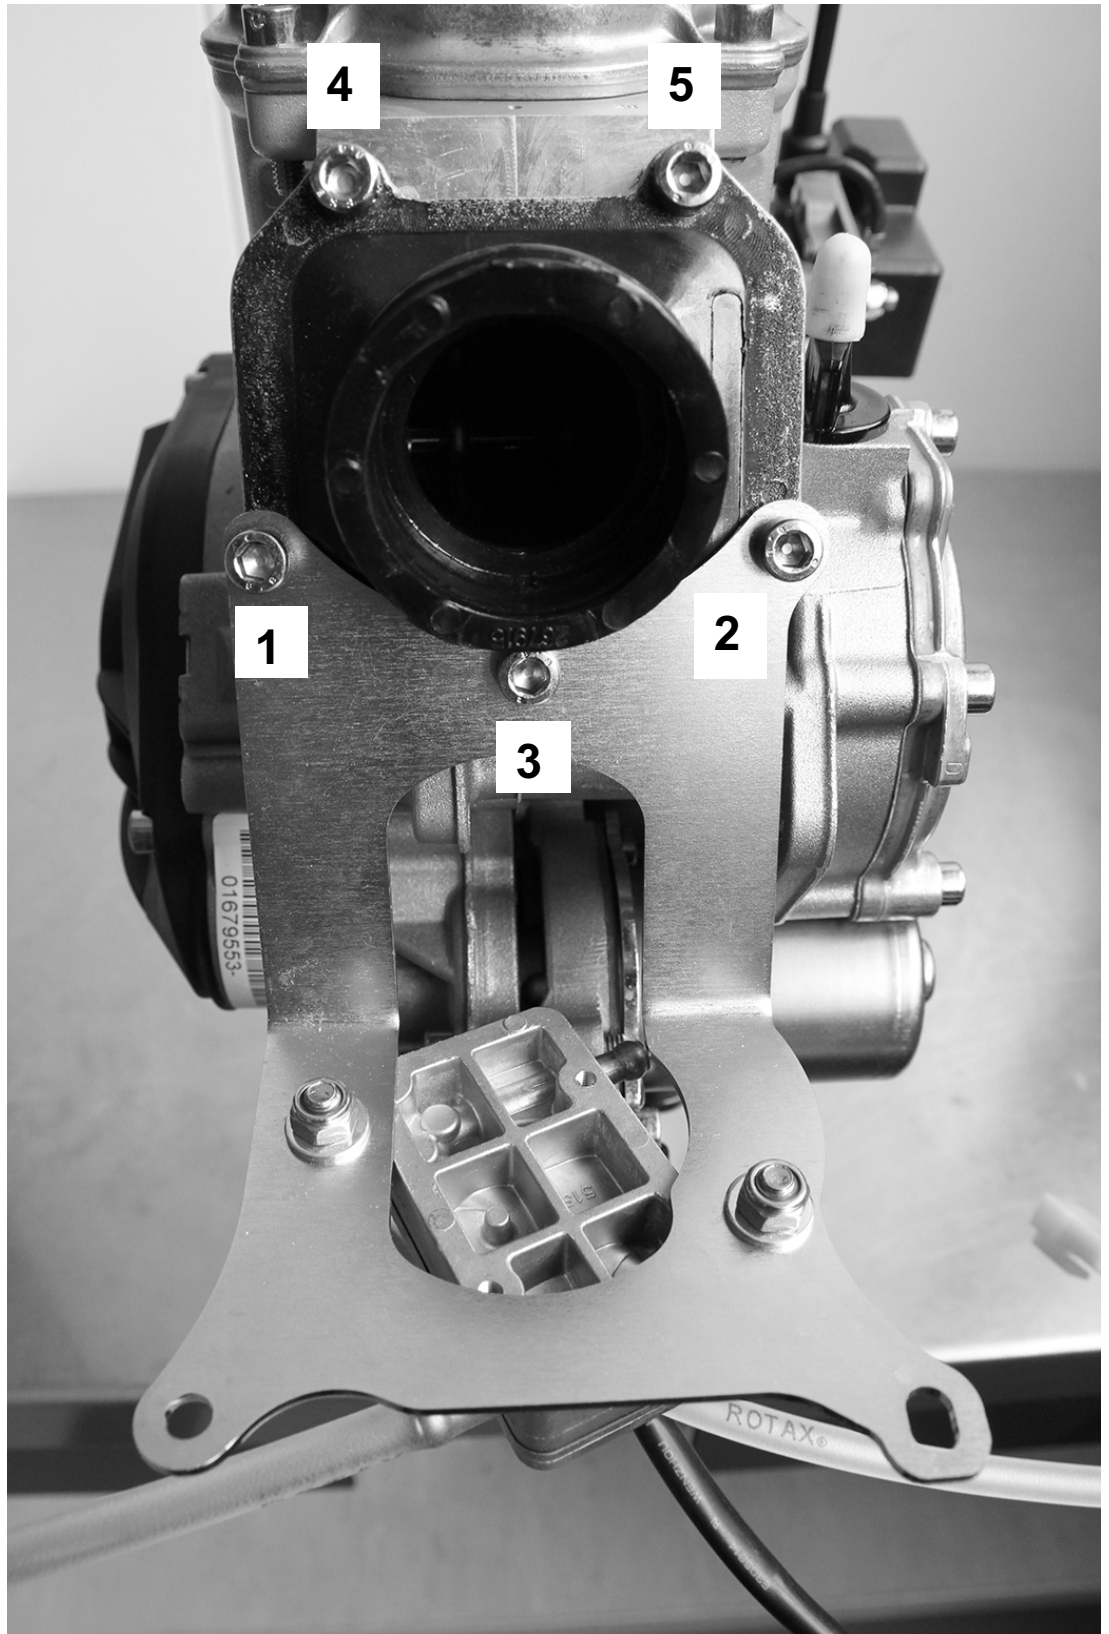

Bild 12 (K00313)
- ➔ Zyl. Schrauben M6 (Pos. 1,2,3, Bild 12) in angegebener Reihenfolge (siehe Bild) vom Kraftstoffpumpenträger lösen.
- ➔ Restliche Zyl. Schrauben M6 (Pos.4, 5, Bild 12) lösen und Vergaserstutzen entfernen.